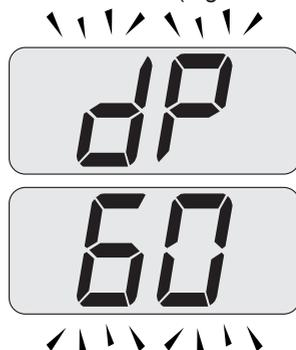

Figura 9.23
- Premendo ulteriormente il tasto 17 è possibile variare nuovamente la potenza in modalità spazzacamino: con visualizzazione sul display LCD delle lettere **dP** che si alternano con il valore di temperatura dell'acqua di riscaldamento (es. **60**), siamo "funzione spazzacamino" alla potenza massima in sanitario" (Figura 9.23);